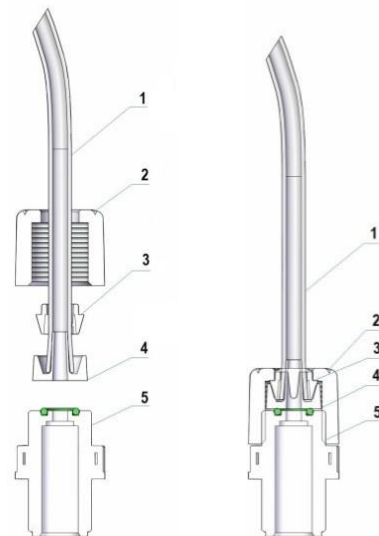

Fig.4 – Підключення шлангу до ніпелів
1. Від'єднати вилку кабелю електроживлення від електричної розетки 220V або вимкнути живлення двополюсним вимикачем з мінімальним відстанню між контактами 3 мм (Рис. 4)
1. Від'єднати Пiни від електричної розетки або вимкнути живлення двополюсним вимикачем з мінімальним відстанню між контактами 3 мм (Рис. 4)